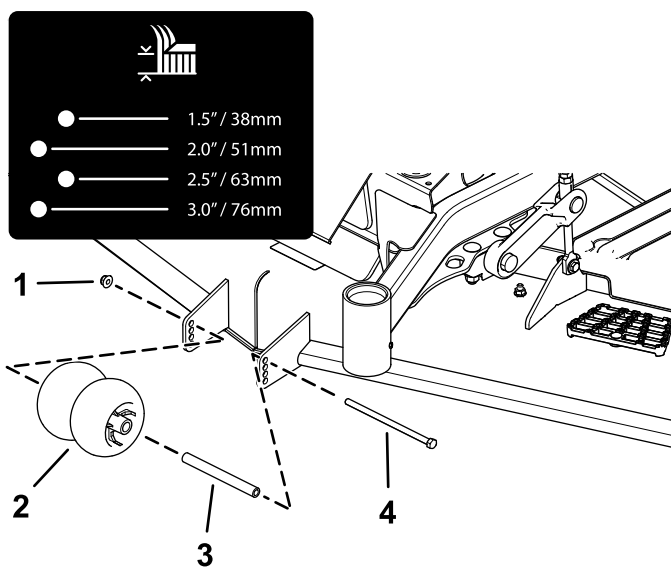
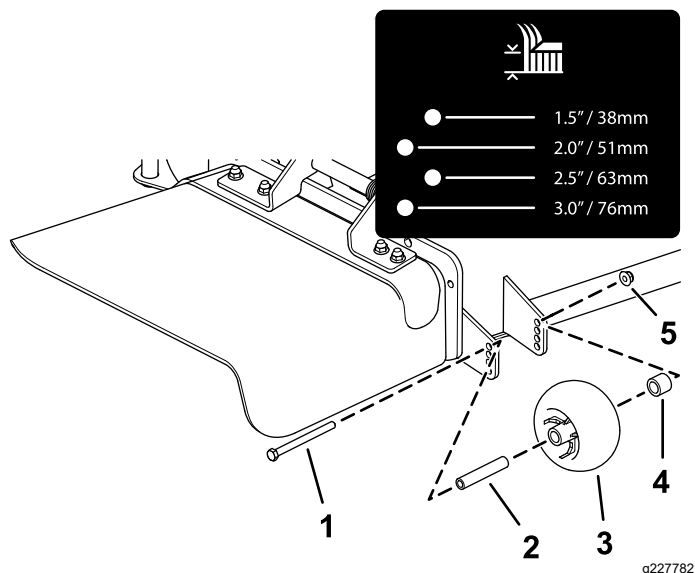
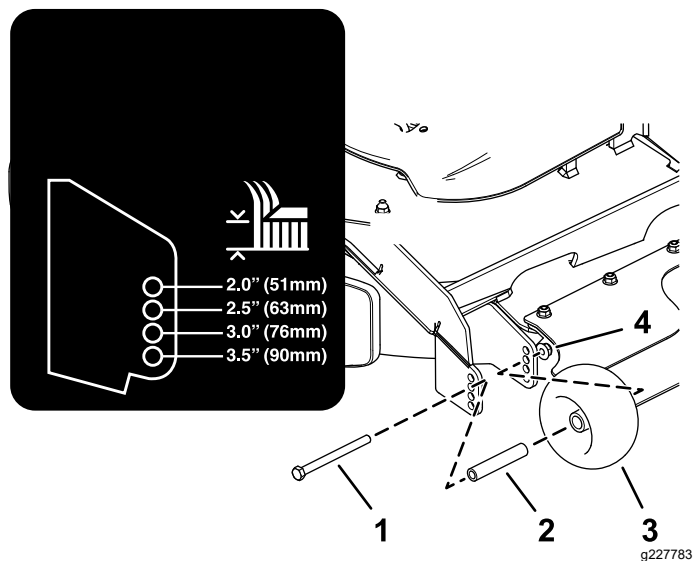
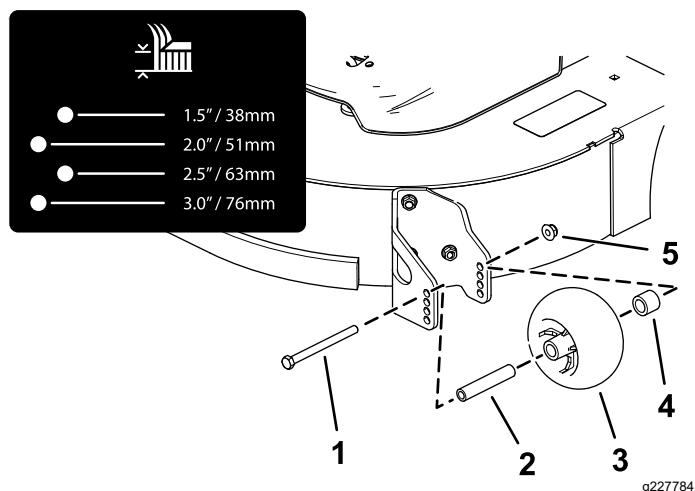

Figure 26
Figure 27
Figure 29
Figure 28
4. Réglez les galets anti-scalp comme montré à la Figure 26, la Figure 27, la Figure 28 et la Figure 29.